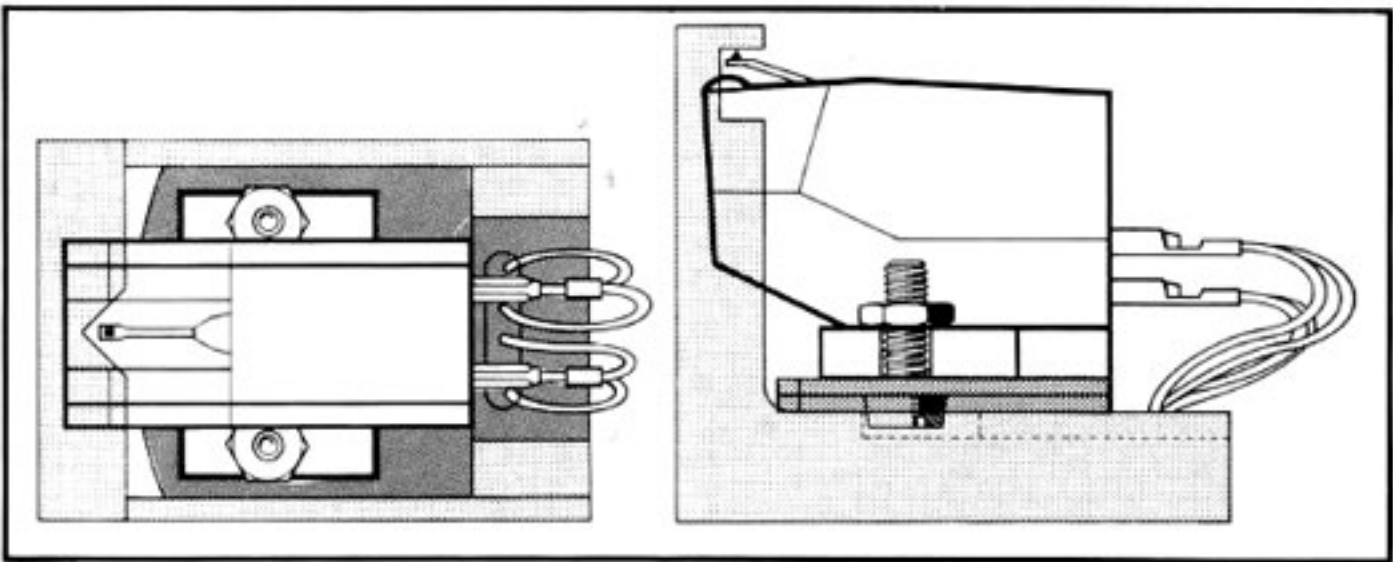

Fig. 7
- Tonkopf wieder auf Tonarmrohr aufstecken und Mutter ⑧ festschrauben.
- Die Montage ist korrekt, wenn die Abtastnadel – von oben betrachtet – in der V-förmigen Aussparung der Systemeinhaulehre steht. Von der Seite betrachtet, muß die Nadel im Bereich der rechteckigen Aussparung stehen (Fig. 7).